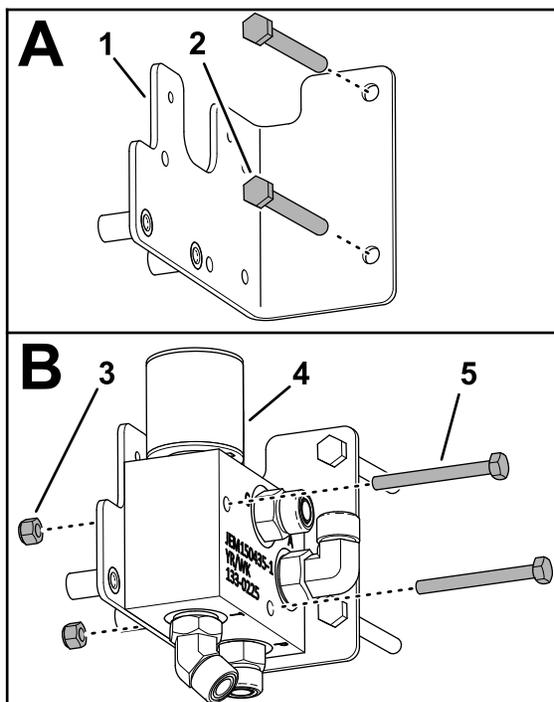

Рисунок 14
2. Вставьте болты (5/16 x 2¾ дюйма), снятые при выполнении пункта 1, в отверстия кронштейна клапана низкого расхода (Рисунок 14).